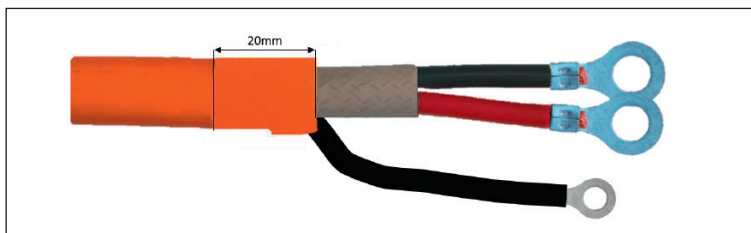

Abb. 7-20: Zweiadrige HV-Leitung: markierten Bereich mit Isolierband umwickeln
- ☞ Den markierten Bereich (Abb. 7-20) auf der HV-Leitung mit Isolierband doppelt umwickeln.
| Abb. 7-20: Zweiadrige HV-Leitung: markierten Bereich mit Isolierband umwickeln . . . . . | 43 |